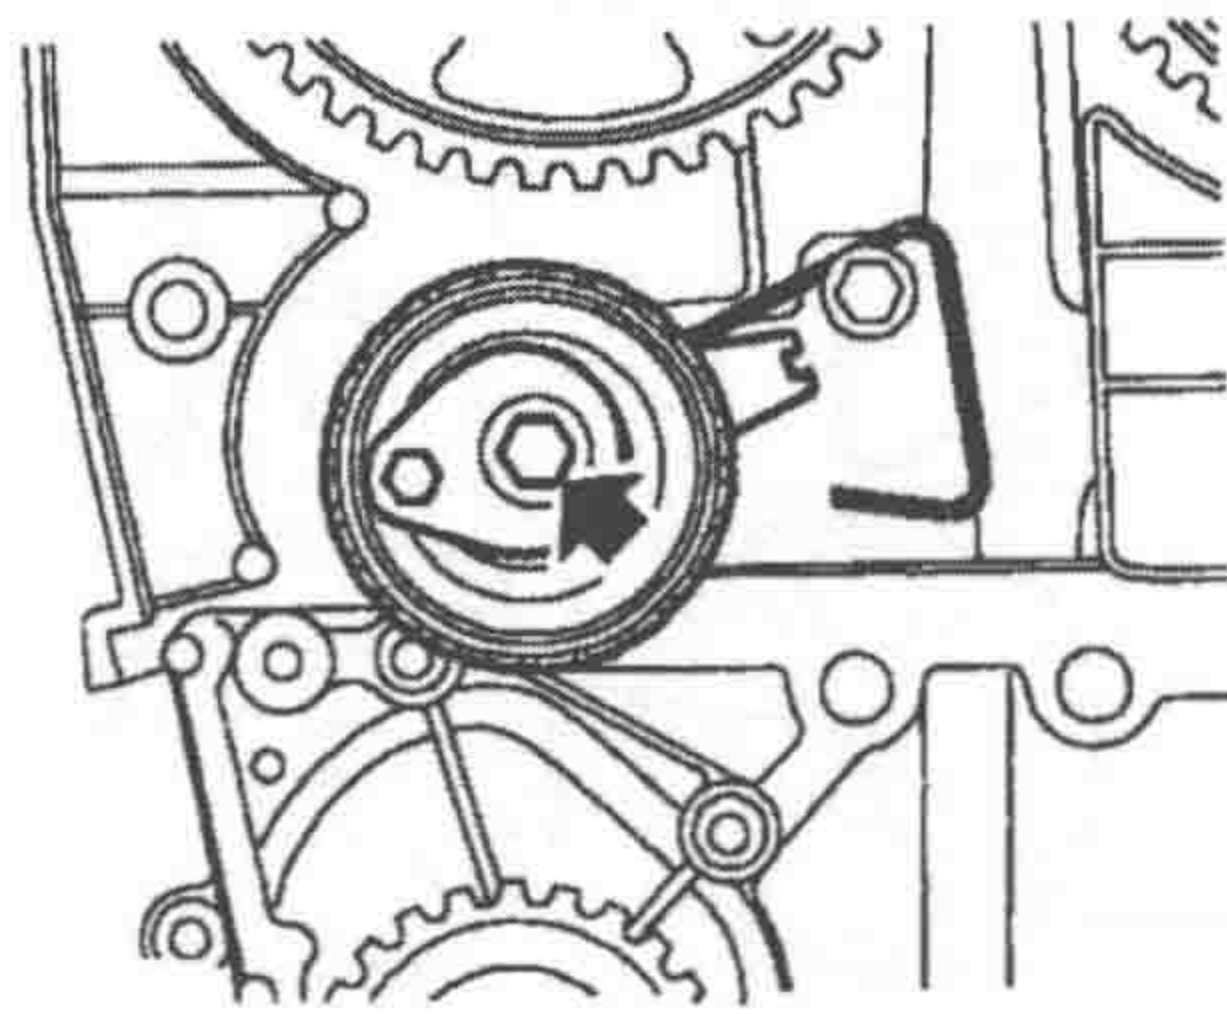

图 1-1-9 安装正时皮带张紧器
④ 装上带张紧轮的正时皮带张紧器，固定在 9 点钟位置，拧紧新的夹紧螺栓，直到刚好能移动张紧轮杆，如图 1-1-9 所示。